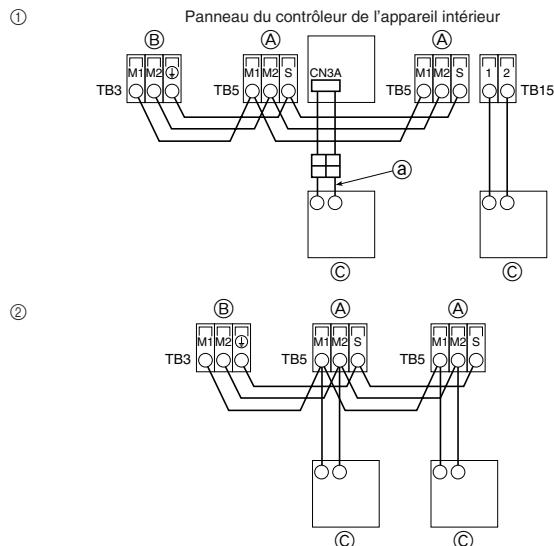

Fig. 7-2
7.2. Raccordement des câbles de la commande à distance et des câbles de transmission intérieurs et extérieurs (Fig. 7-2)